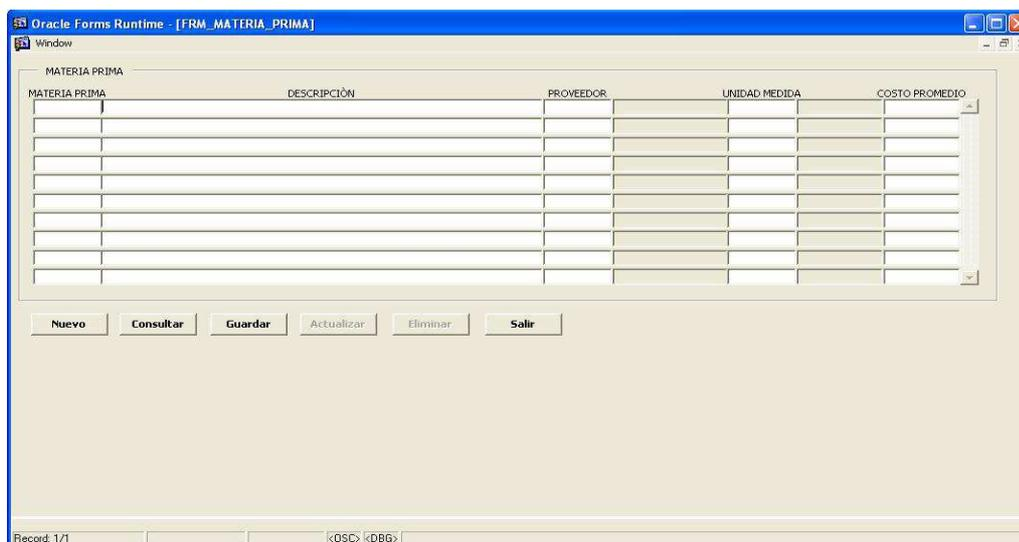

Figura 2-4. Pantalla Mantenimiento de Materia Prima
2. Dé clic en la opción <Materia Prima> y le aparecerá la siguiente pantalla: (Véase figura 2.4).